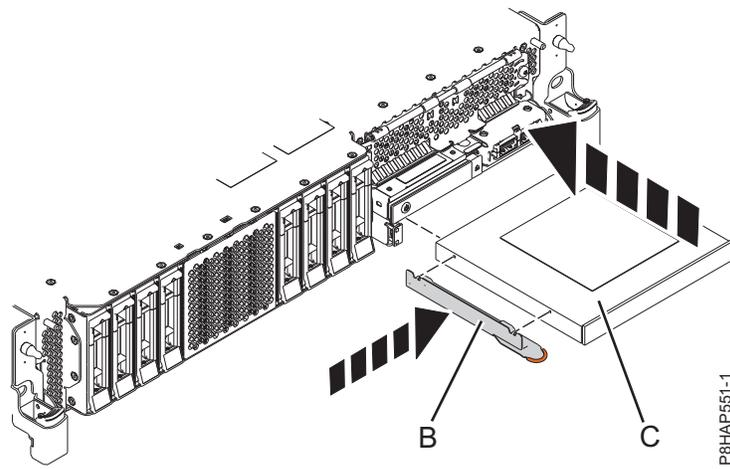
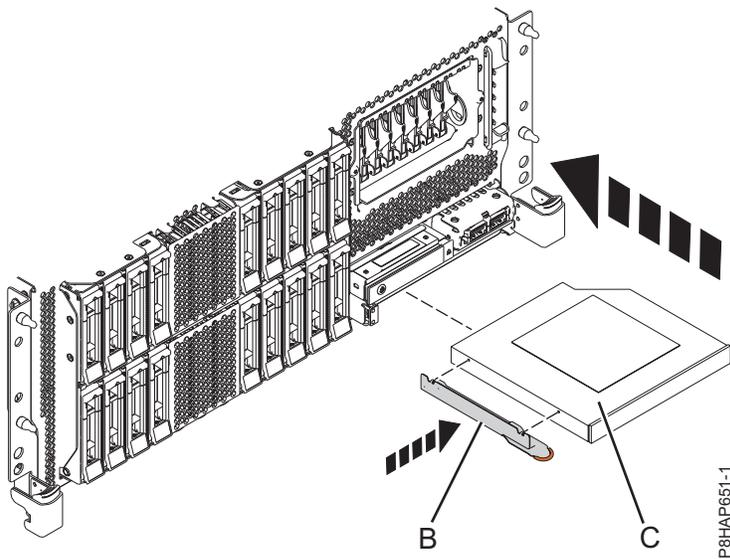
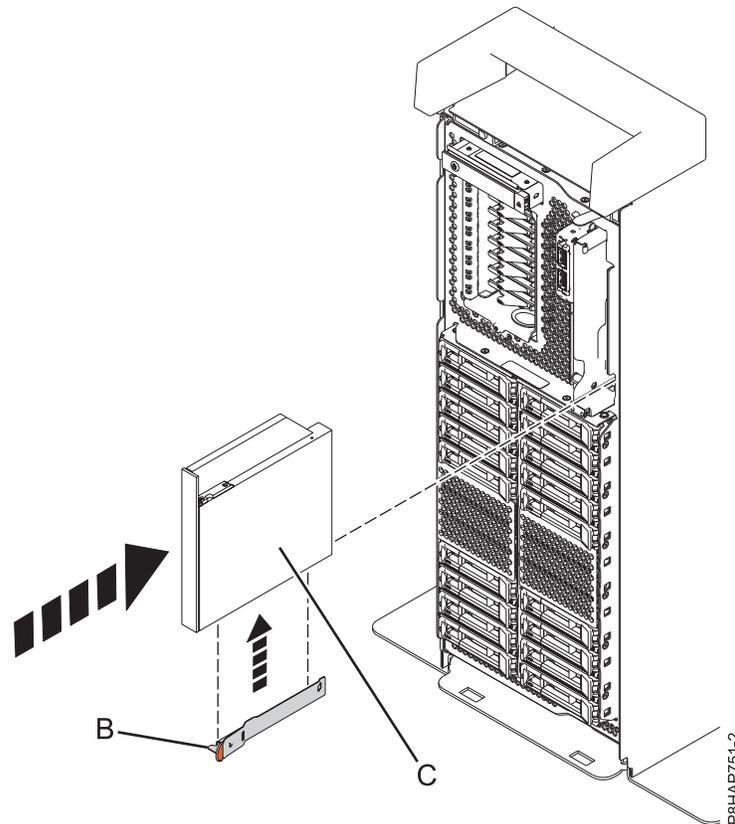

Abbildung 20. Flache Einheit für austauschbare Datenträger installieren - System 5148-21L, 5148-22L, 8247-21L, 8247-22L, 8284-21A oder 8284-22A
Abbildung 21. Flache Einheit für austauschbare Datenträger installieren - Einschubsystem 8247-42L, 8286-41A oder 8286-42A
Abbildung 22. Flache Einheit für austauschbare Datenträger installieren - eigenständiges System
4. Befestigen Sie die Halterung (**B**) an der neuen flachen Einheit für austauschbare Datenträger; siehe Darstellung in Abb. 20 auf Seite 28 bei einem System vom Typ 5148-21L, 5148-22L, 8247-21L, 8247-22L, 8284-21A oder 8284-22A, Abb. 21 auf Seite 28 bei einem Einschubsystem vom Typ 8247-42L, 8286-41A oder 8286-42A oder Abb. 22 auf Seite 29 bei einem eigenständigen System vom Typ 8286-41A.
Für ein System vom Typ 5148-21L, 5148-22L, 8247-21L, 8247-22L, 8284-21A oder 8284-22A gilt Abb. 20 auf Seite 28, für ein Einschubsystem vom Typ 8247-42L, 8286-41A oder 8286-42A gilt Abb. 21 auf Seite 28 und für ein eigenständiges System vom Typ 8286-41A gilt Abb. 22 auf Seite 29.